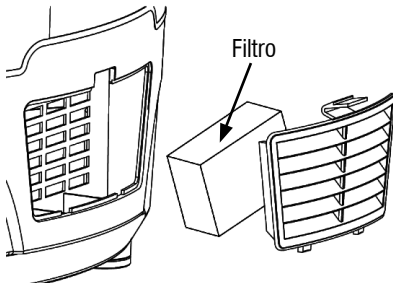

Fig. 11 – Troca do filtro
- O usuário deve, frequentemente, verificar as condições do filtro que se encontra na parte frontal da máquina. A boa condição do filtro influencia diretamente no rendimento do equipamento. Para substituí-lo basta retirar a tampa do filtro e logo a seguir o filtro, conforme mostra a Fig. 11.